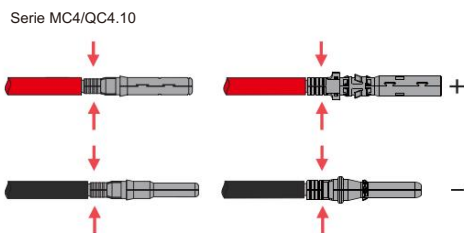

Figura 4.1-2 Cables fotovoltaicos a conectores fotovoltaicos
Paso 2. Conecte los cables fotovoltaicos a los conectores fotovoltaicos. Consulte la Figura 4.1-2.